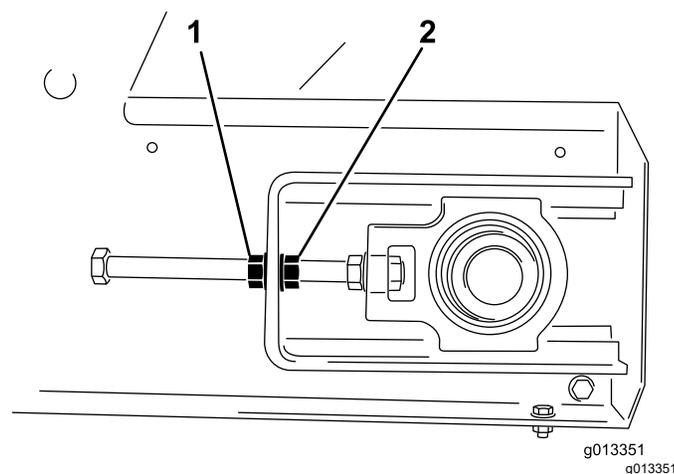

Bild 59
4. Halten Sie das Ende der Spannstange mit zwei Schraubenschlüsseln fest und lösen Sie die Sicherungsmutter, d. h. die Mutter, die dem Stangenende am nächsten ist (Bild 59).
- Halten Sie das Ende der Spannstange auf der Seite fest, nach der das Band zieht; lösen Sie dann die Sicherungsmutter und ziehen die Einstellmutter um zwei Umdrehungen der Mutter an (Bild 59).